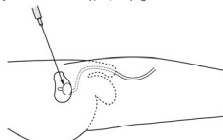

図 6
- 1)膀胱内に造影剤を注入し、透視下で恥骨上式膀胱穿刺にてバルーンを破裂させる (図 6)。